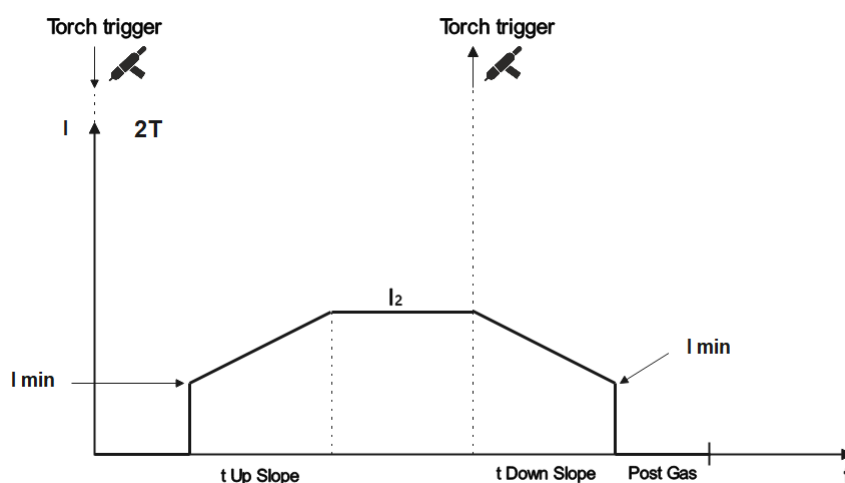

Fig 11.
* 2T – Cuando el gatillo de la antorcha (Torch trigger) es presionado, el gas comienza a fluir hasta que el soldador efectúe la ignición por LIFTIG (ver Fig.11) y el arco se establece. La corriente sube de acuerdo con el tiempo UPSLOPE para el valor ajustado de I_2 . Cuando el gatillo de la antorcha es liberado, la corriente disminuye de acuerdo con el valor ajustado de DOWNSLOPE, el arco se apaga y el tiempo POST GAS comienza.
** 4T - Cuando el gatillo de la antorcha (Torch trigger) es presionado, el gas comienza a fluir hasta que el soldador efectúe la ignición por LIFTIG (ver Fig.11) y el arco se establece. Se puede liberar el gatillo. La corriente sube de acuerdo con el tiempo UPSLOPE para el valor ajustado de I_2 . Cuando el gatillo de la antorcha es presionado, la corriente disminuye de acuerdo con el tiempo ajustado de DOWNSLOPE, el arco se apaga y el tiempo POST GAS comienza.